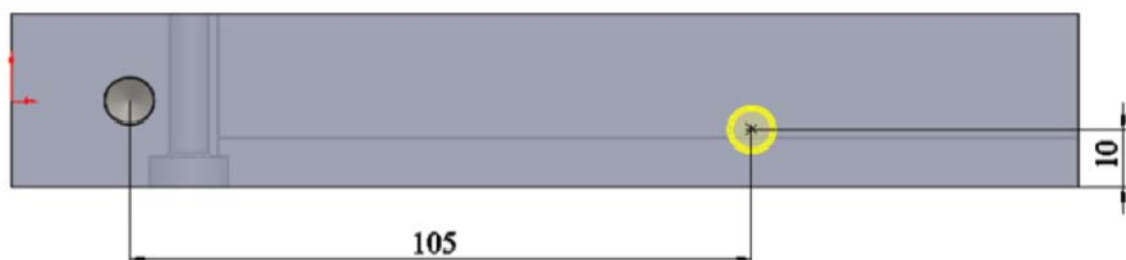

Рис. 2.37. Расположение отверстия
3. На этой же грани необходимо построить отверстие, обработанное метчиком **M8**, и глубиной резьбы **16 мм**. Его расположение показано на рис. 2.37;